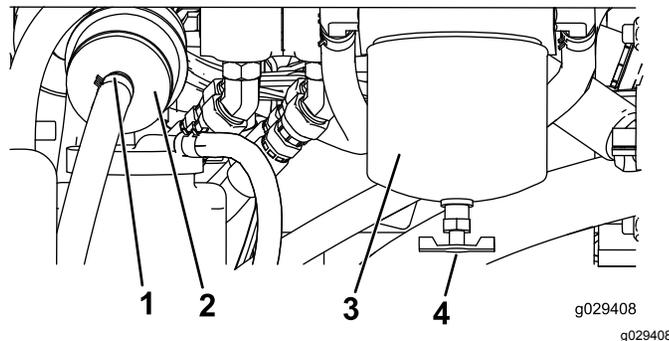

Bild 51
1. Ermitteln Sie den Kraftstofffilter hinten am Motor (Bild 51) und stellen Sie einen sauberen Behälter unter den Filter.
1. Ermitteln Sie die Kraftstofffilter an der rechten Seite des Motors (**Bild 51**) und stellen Sie einen sauberen Behälter unter den Filter.
2. Reinigen Sie den Anbaubereich der Filterglocke (**Bild 51**).
3. Entfernen Sie die Filterglocke und reinigen die Kontaktfläche (**Bild 51**).
5. Drehen Sie die Filterglocke per Hand, bis die Dichtung die Kontaktfläche berührt. Ziehen Sie sie dann um eine weitere 1/2 Umdrehung fester (**Bild 51**).
6. Ermitteln Sie den Inlinefilter hinter der Kraftstofffilterglocke (**Bild 51**) und achten Sie auf die Richtung des Flusspfeils an der Seite des Inlinefilters.
7. Öffnen Sie die Klemmen an jedem Ende des Inlinefilters und schieben die Schläuche herunter (**Bild 51**). Werfen Sie den Filter weg.
8. Schieben Sie die Schläuche auf das Ende des neuen Filters (**Bild 51**), stellen Sie sicher, dass der Pfeil am Filter in dieselbe Richtung wie am alten Filter zeigt.